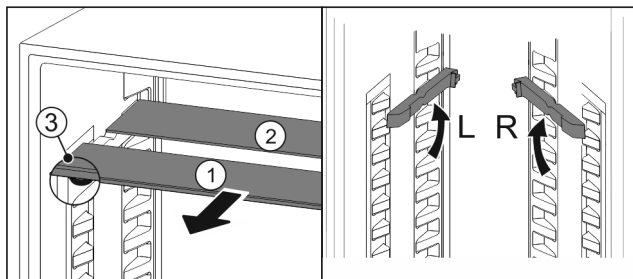

Fig. 98
- Издърпайте Fig. 98 (1) поотделно стъклените плочи напред.
- Стъклената плоча Fig. 98 (1) с декоративната лайсна е отпред.
- Ограничителите Fig. 98 (3) сочат надолу.